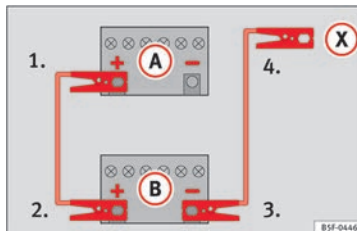

Fig. 67 Esquema de conexión para vehículos sin sistema Start Stop.
2. Emborne un extremo del cable **rojo** de emergencia al polo positivo (+) del vehículo con la batería descargada **(A)**»» **fig. 67**.
4. *En los vehículos sin sistema Start-Stop:* emborne un extremo del cable **negro** de emergencia al polo negativo (-) del vehículo que suministra la corriente **(B)**»» **fig. 67**.